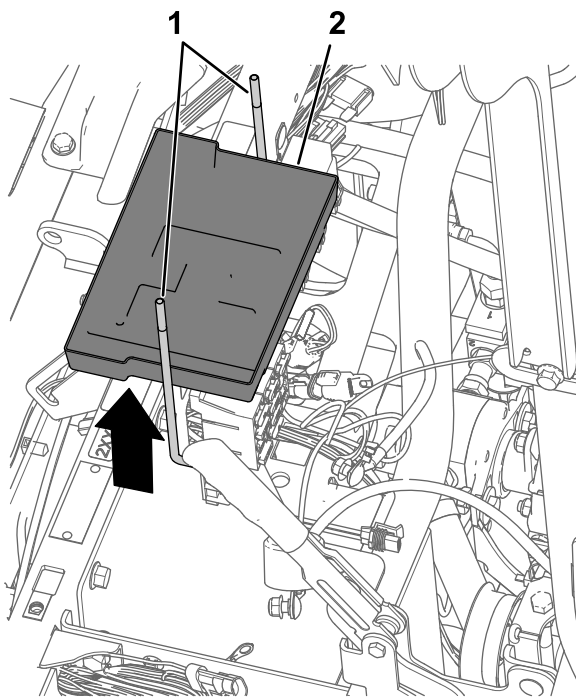

Bild 171
5. Nehmen Sie die zwei J-Schrauben und das Batteriefach von der Batteriehalterung ab (Bild 171).